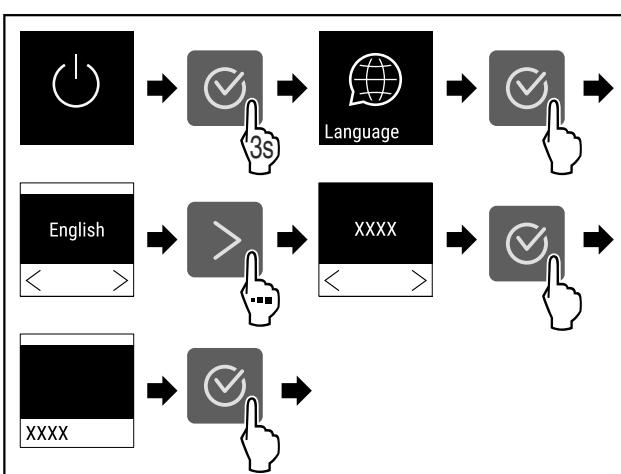

Fig. 54
- Изпълнете стъпките (виж Fig. 54).